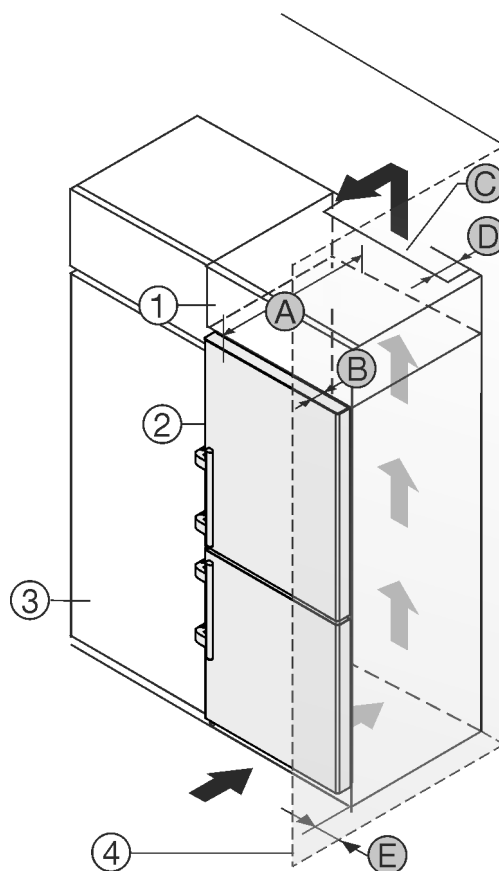

Fig. 26
Устройство может быть окружено кухонными шкафами. Чтобы уравнять устройство *Fig. 26 (2)* по высоте с кухонной стенкой, можно установить над устройством дополнительный шкафчик *Fig. 26 (1)*.
Установить устройство можно непосредственно рядом с кухонным шкафом *Fig. 26 (3)*. Чтобы можно было полностью открыть двери, устройство должно выступать на глубину *Fig. 26 (B)* относительно передней стенки кухонного шкафа. В зависимости от глубины кухонных шкафов и использования пристенных распорок устройство может выступать и больше.
- На задней стенке дополнительного шкафчика должен быть вентиляционный канал с глубиной *Fig. 26 (D)* по всей ширине этого шкафа.
- Нужно соблюдать вентиляционное отверстие *Fig. 26 (C)* под нижней панелью.
Если устройство установлено на шарнирах у стены *Fig. 26 (4)*, то нужно соблюдать расстояние *Fig. 26 (E)* между устройством и стеной. Настолько выступает ручка при открытой дверце.